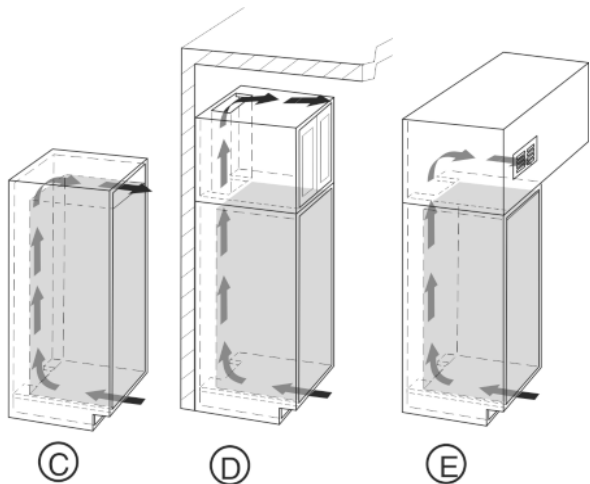

Fig. 4
- La sezione di aerazione superiore può essere realizzata direttamente sopra l'apparecchio con una griglia di ventilazione opzionale Fig. 4 (C), in prossimità del soffitto sopra il mobile Fig. 4 (D) oppure come apertura di scarico in una controsoffittatura Fig. 4 (E).